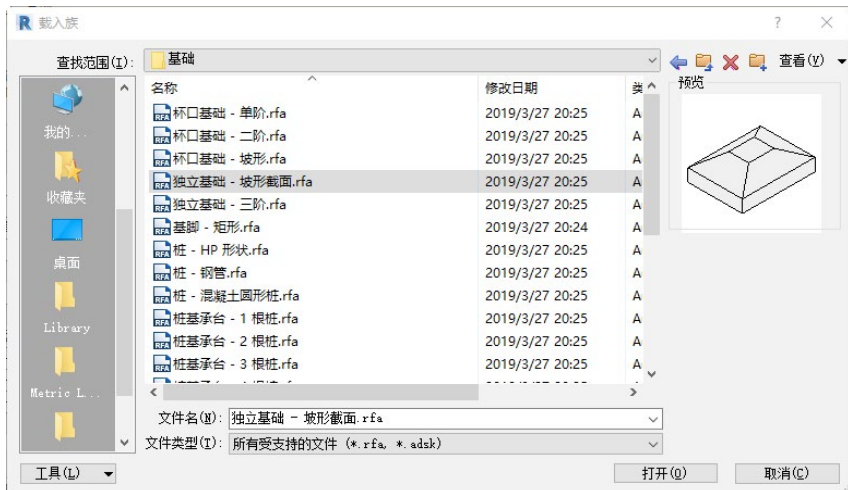

图 15-27 “载入族”对话框
- (1) 在“项目浏览器”中双击“结构平面”节点下的“基础”，将视图切换到基础结构平面视图。
- (2) 单击“结构”选项卡“基础”面板中的“独立”按钮, 打开“修改|放置独立基础”选项卡。
- (3) 单击“模式”面板中的“载入族”按钮, 打开“载入族”对话框，在“China”→“结构”→“基础”中选择“独立基础—坡形截面.rfa”族文件，如图 15-27 所示。单击“打开”按钮，打开族文件。